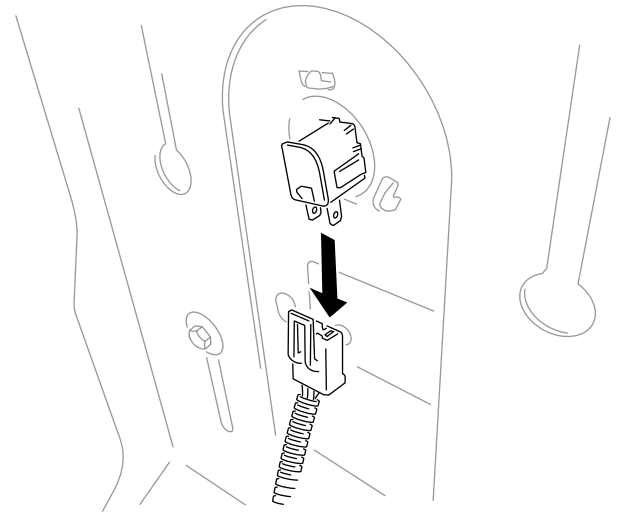

Bild 2
3. Ziehen Sie den Kabelbaum vom Sitzschalter ab (Bild 2).